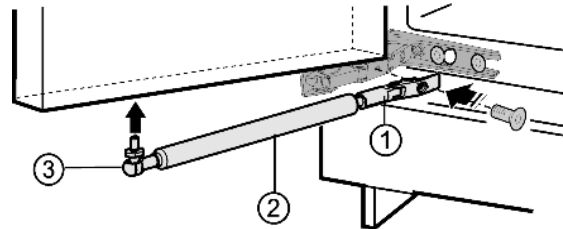

Fig. 4
- Skrueholderen Fig. 4 (1) fast.
- Kugletappen Fig. 4 (3) skrues med lukkedæmpningen Fig. 4 (2) ind i den nye montageboring.